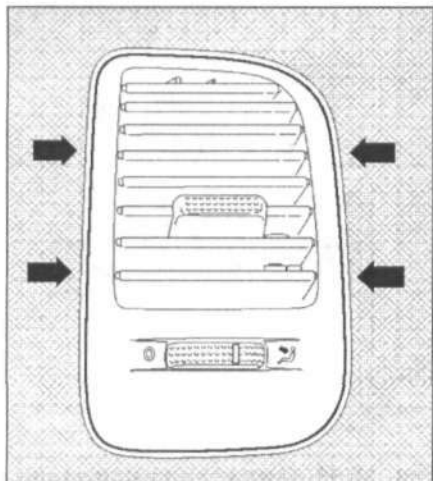

Рис. 12.47. Извлеките дефлектор с помощью отвертки (стрелки).
4. Извлеките дефлектор с помощью отвертки (стрелки) (рис. 12.47).